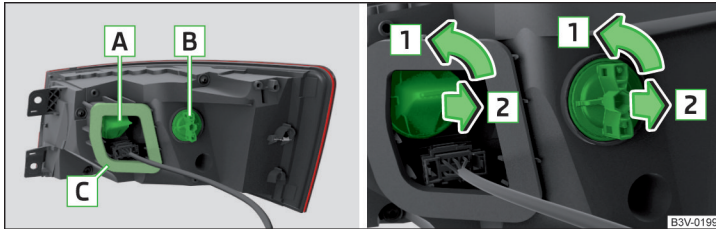

Abb. 276 Rückleuchte / Glühlampe wechseln
- Darauf achten, dass bei erneutem Einbau die Dichtung **C** » Abb. 276 auf Seite 259 korrekt eingesetzt wird. Würde diese nicht richtig eingesetzt, könnte Wasser in die Leuchte eindringen - es besteht die Gefahr der Leuchtenbeschädigung.
- Die Fassung mit der Glühlampe **A** bzw. **B** » Abb. 276 in Pfeilrichtung **1** drehen.